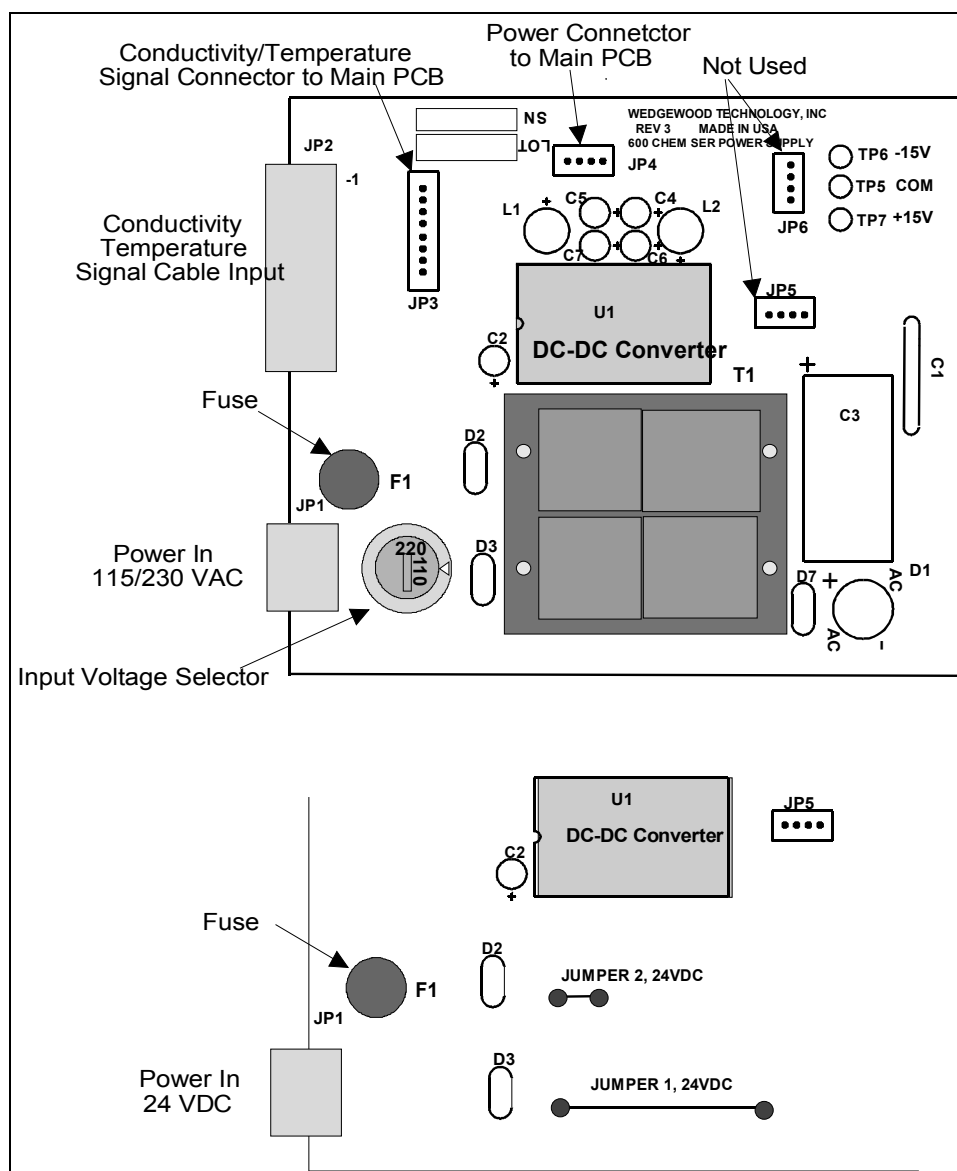

Fig. 11 – Localisation du fusible et du sélecteur de voltage pour alimentation AC et DC
- 4) Reportez vous à la Figure 11 pour localiser les composants et remplacer le fusible par un fusible approprié à l'alimentation électrique.